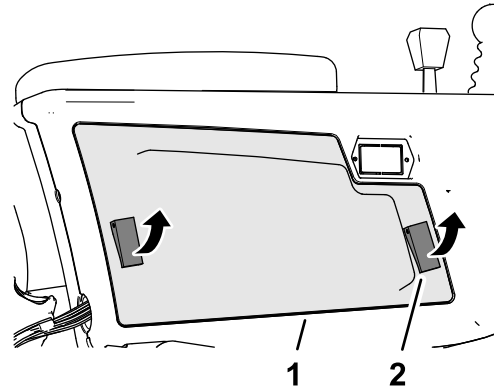

图 87
2. 打开将控制臂盖子固定到控制臂的 2 个门锁然后拆下盖子 图 87。